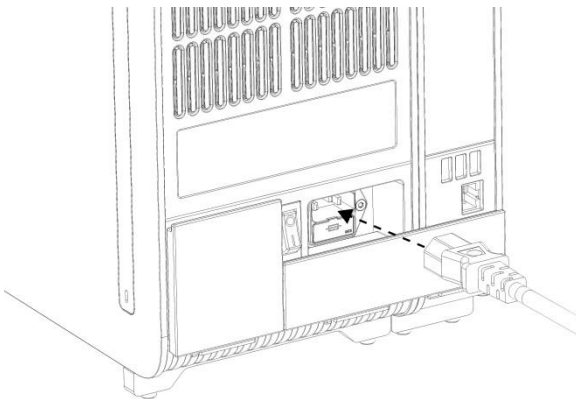

Abbildung 17: Anschließen des Netzkabels
8. Schließen Sie das mit dem QIAstat-Dx Analyzer 1.0 mitgelieferte Netzkabel an der Rückseite des ursprünglichen Analysemoduls an (Abbildung 17).